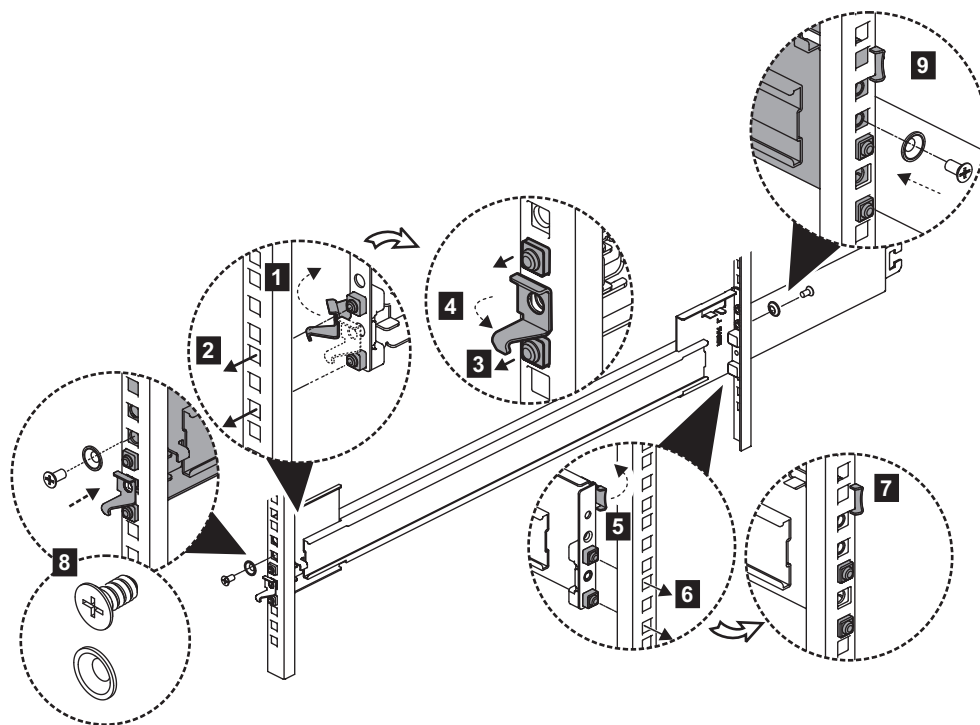

图 24. 将支架组合件安装到机架上
7. 将导轨的外部部分安装到后部机架上, 如第 22 页的图 24 中所示。